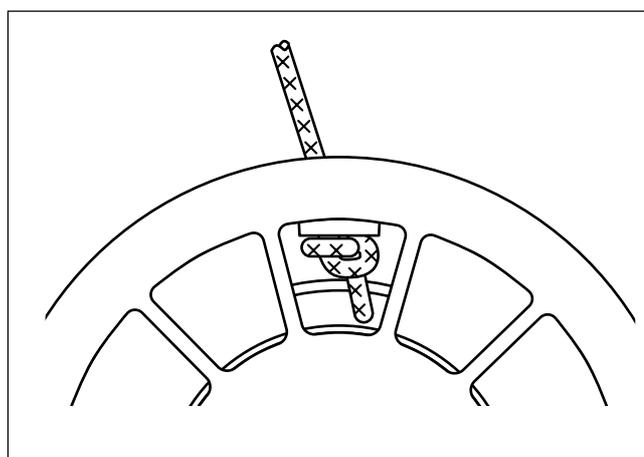

図 12-9
- 3 ロープの末端が浮かないように注意しながら、ロープをリールに組付けてください。(図 12-9)